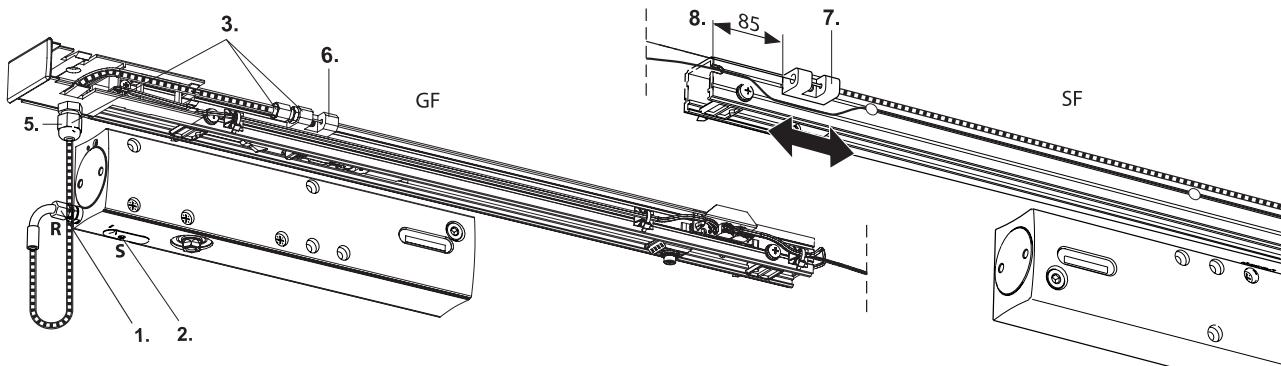

Fig.: 6.6.1
- ▶ Tendre le câble de telle façon que la vanne IS (fig. 6.6.1) du ferme-porte côté battant mobile ne soit **pas** actionnée (4.).